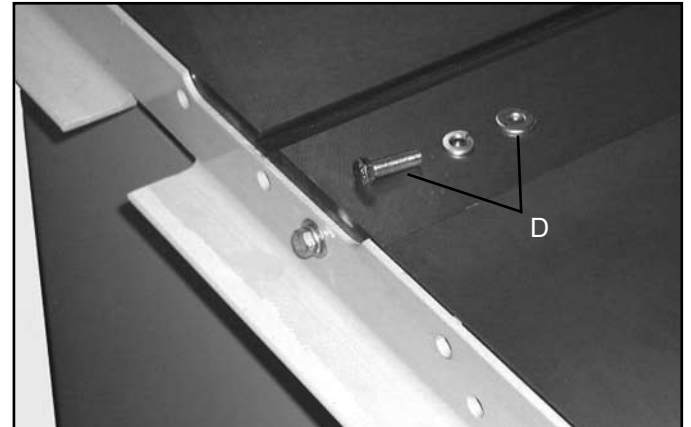

FIG. 8
POUR LA SCIE UNISAW DE DELTA: Visser les deux longues vis à tête hexagonale de 3/8-24 x 1 1/4 po (9,5-24 x 32 mm), les rondelles de blocage et les rondelles plates (D), fournies, fig. 8, dans les deux trous de la barre de guidage et dans les deux trous taraudés de la table de scie.